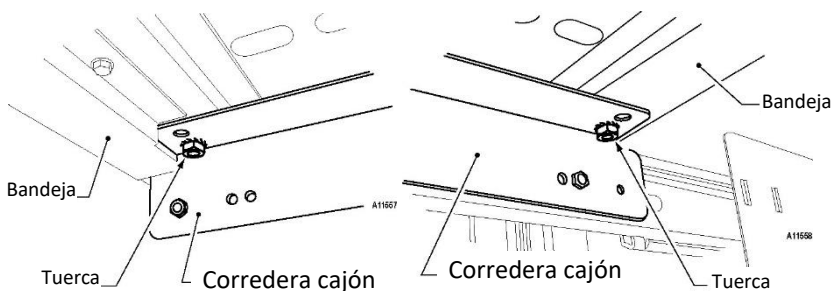

Fig 14
4. Retire / conserve las cuatro (4) tuercas en la parte inferior de la bandeja en las 4 esquinas - Fig. 14